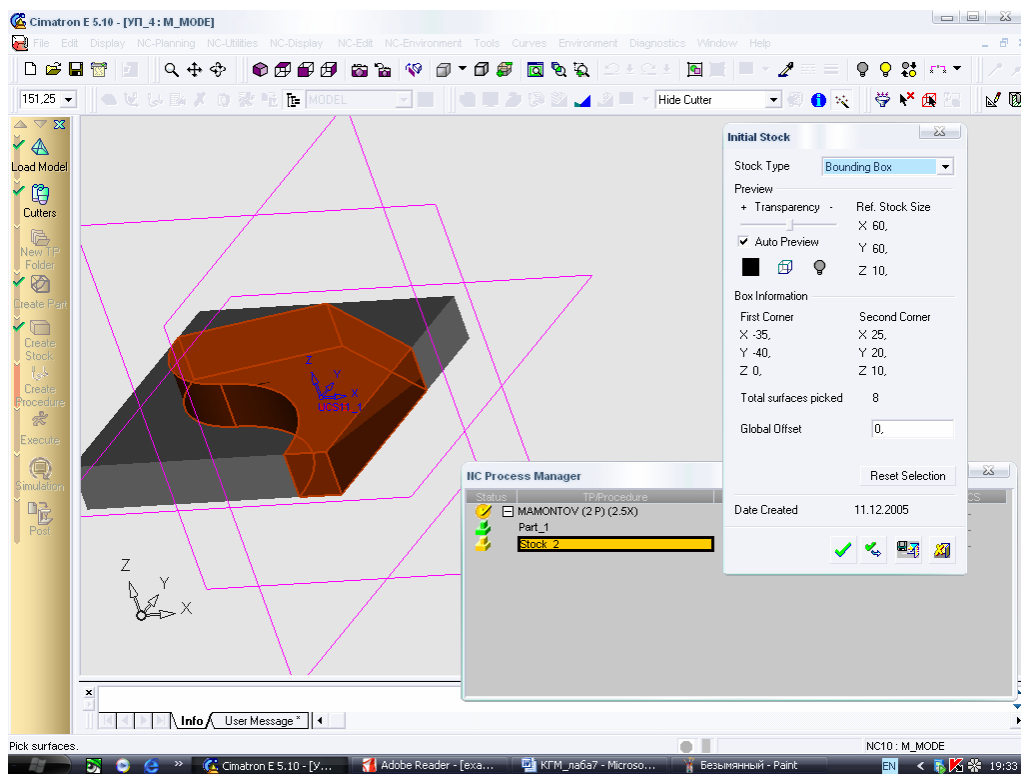
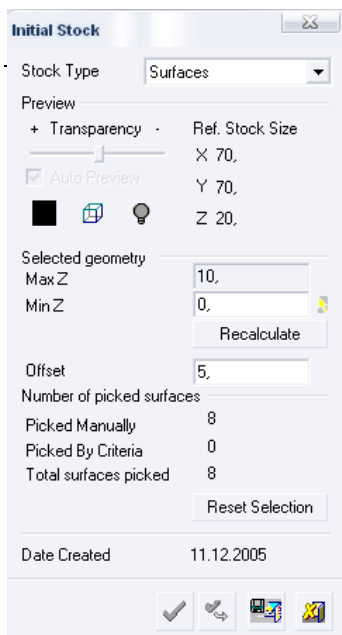

Рисунок 14 – Вариант создания заготовки в виде параллелепипеда
Рисунок 15 - Создание начальной заготовки с помощью диалогового окна Initial Stock
7. **Создание заготовки.** Нажимаем кнопку Create Stock (Создать заготовку) панели проводника обработки. Открывается диалоговое окно Initial Stock (Исходная заготовка), где указываем способ создания заготовки. Система предлагает простейший вариант – заготовка в виде параллелепипеда (рисунок 14). Но более целесообразным является создание заготовки по поверхностям (рисунок 15). В окне Initial Stock также